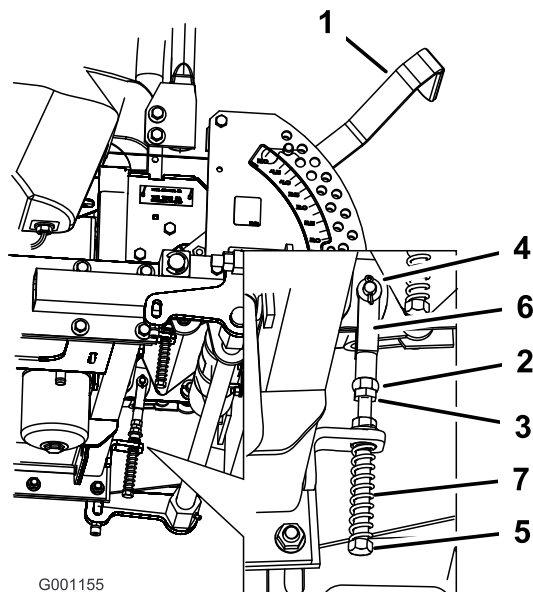

Figure 77
8. Si un réglage s'impose, desserrez l'écrou et l'écrou de blocage vissés contre la chape (Figure 77).
pour centrer le levier à la position de verrouillage du point mort (Figure 77).
10. Serrez l'écrou et l'écrou de blocage (Figure 77).